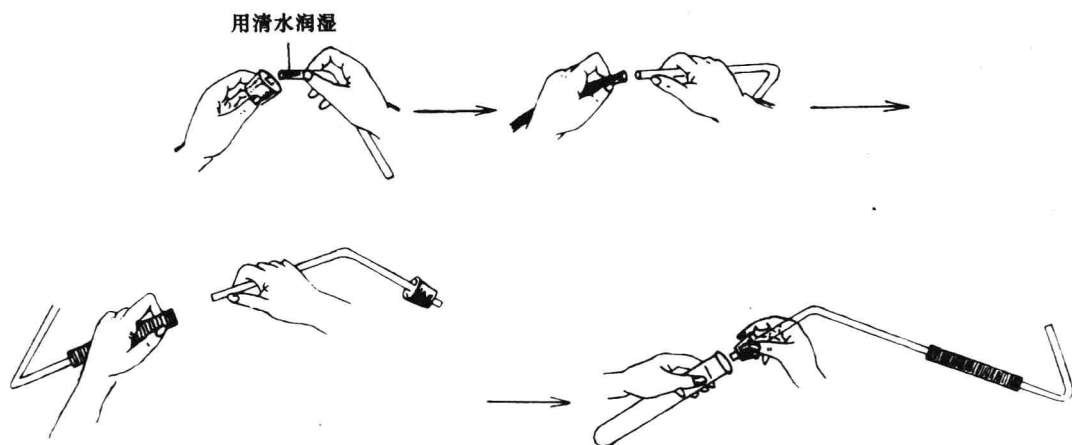

图 2
①有条件的学校可根据实验*4,让学生自己弯制所需玻璃弯管。
②有条件的学校可根据实验*5,让学生自己在所需胶塞上钻孔。
(1)把玻璃管插入胶塞时， 手拿胶塞， 手拿玻璃管，先把玻璃管要插入塞子的一端用水润湿，然后对准塞子上的圆孔，转动着使玻璃管向前推进(图2)。
(2)把玻璃管插入橡皮管时，一手拿 ，一手拿 ，先把玻璃管口用 ，这样可以 。然后玻璃管对准橡皮管，稍稍用力把玻璃管插入橡皮管约(1~2) cm。照此，用橡皮管把两根玻璃弯管(其中一个连有胶塞)连接起来(如图2)。
(3)把胶塞塞在容器口上时， 手拿容器， 手拿胶塞， 着塞进容器的。照此将上述连接好玻璃弯管的胶塞塞进试管口，即可连接成一用固体加热制取气体的装置(如图2)。